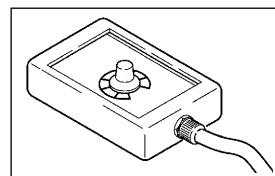

Fig. 6
2.2.2 Comando à distância com potenciômetro RC16 para soldadura MMA e TIG (Fig. 6)